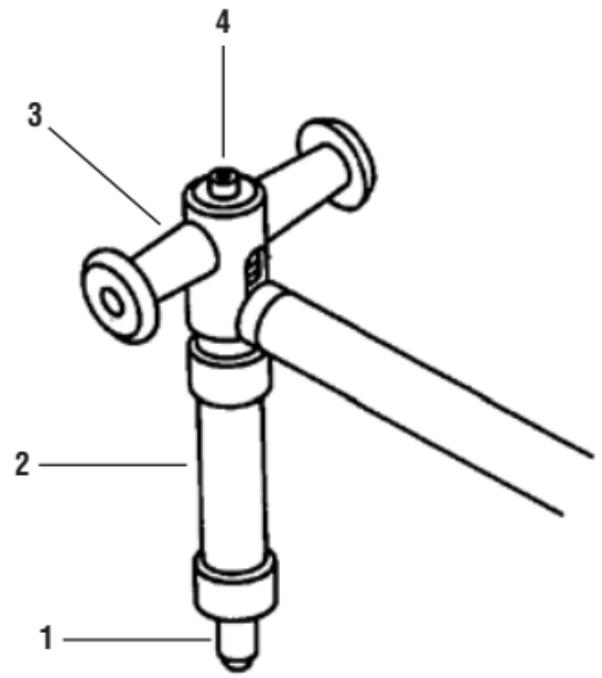

Fig. 1.
1. Monter la touche de mesure fixe (1, Fig. 1) et, si nécessaire, les rondelles intermédiaires et rallonges correspondant à la cote nominale demandée (2, Fig. 1).
2. Faire attention à ce que le patin de centrage (3, Fig. 1) monté corresponde à l'étendue d'application (concerne les étendues au-delà de 150 · mm). Changement du patin de centrage: Poser l'instrument, patin de centrage vers le haut comme illustré sous la figure 1. Dévisser et déposer touche de mesure mobile (4, Fig. 1) et pièce de guidage. Ne pas faire tomber le segment de renvoi se trouvant à l'intérieur. Changer le patin de centrage.
1. *Dem gewünschten Nennmaß (2, Abb. 1) entsprechend Messanschlag (1, Abb. 1) und gegebenenfalls Zwischenscheiben sowie Verlängerungsstücke montieren.*
2. *Darauf achten, dass dem Anwendungsbereich entsprechend die richtige Zentrierbrücke montiert ist (nur bei Anwendungsbereich über 150 mm zutreffend). Wechsel der Zentrierbrücke: Gerät mit Zentrierbrücke gemäß Abbildung 1 nach oben zeigend hinlegen. Beweglichen Messbolzen (4, Abb. 1) mit Führungsstück abschrauben. Darauf achten, dass das innenliegende Übertragungsstück nicht herausfällt. Zentrierbrücke wechseln.*
1. Mount the fixed measuring anvil (1, Fig. 1) as well as the washers in between with the extensions that correspond to the required nominal size, if necessary (2, Fig. 1).
2. Make sure that the range of application is corresponding to the centring shoe (3, Fig. 1) as mounted (with respect to ranges exceeding 150 mm). Changing the centring shoe: lay the instrument with the shoe upwards as illustrated under the figure 1. Unscrew both the mobile measuring bolts (4, Fig. 1) and the guiding part. Do not drop the circular element being incorporated. Then replace the centring shoe.